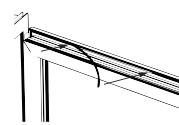

Рис. 6
3. На место удаленного уплотнителя, установить уплотнитель, входящий в комплектацию клапана (рис.6).